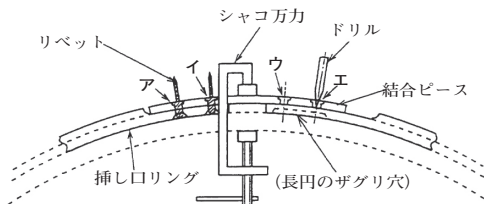
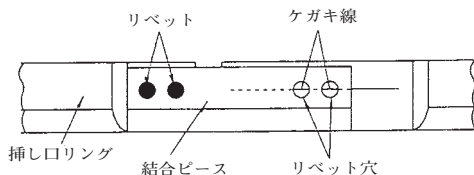

図30 挿しロリングのセット方法
図31 結合ピース部上面
- (5) 図30に示すように挿しロリングに結合ピースを当て、ア、イの穴にリベットを入れて、接合ピースをシャコ万力で固定する。このとき、図31に示すように挿しロリング上のケガキ線がリベット穴の中心に位置すること。次に、ウ、エの位置をドリルでケガく。